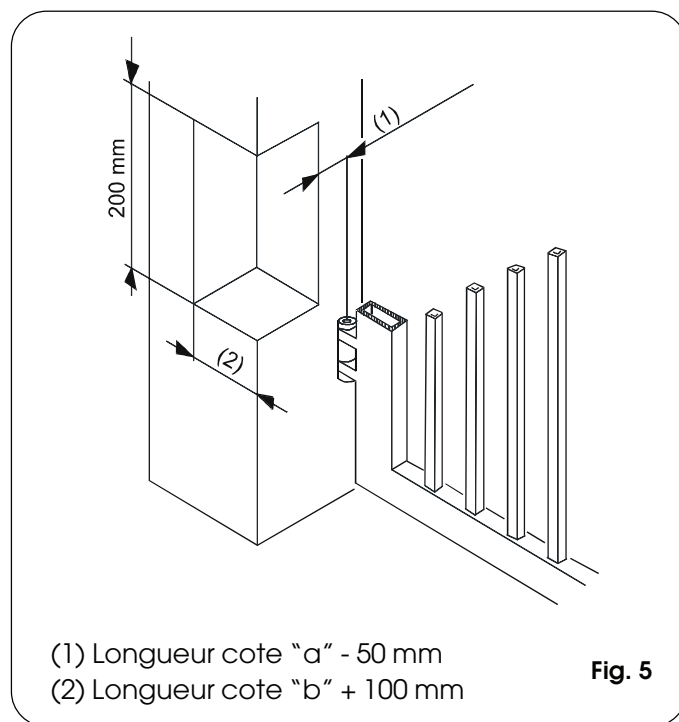

Fig. 5
- si les dimensions du pilier ou la position de la charnière (cote **d**) ne permettent pas de contenir la cote **a** dans la dimension souhaitée, réaliser une niche sur le pilier d'après la Fig. 5;